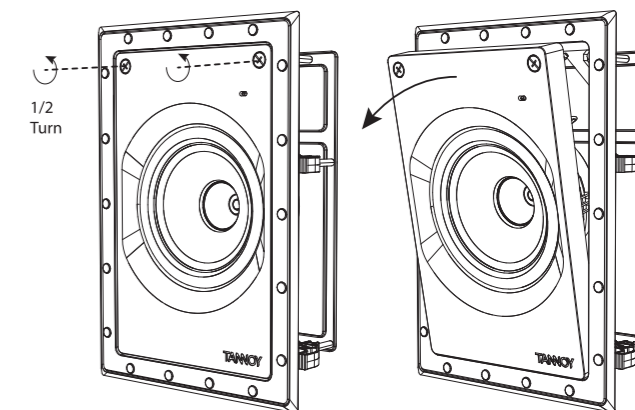

Fig. 4. Removing the Loudspeaker Assembly from the Frame
1. Högtalarskärmen levereras inuti ramen och ska tas bort på följande sätt: Lossa de två skruvarna mindre än ett halvt varv och luta sedan enheten ur ramen (fig. 4). Förvara den på en säker, torr plats tills den är redo att installeras.